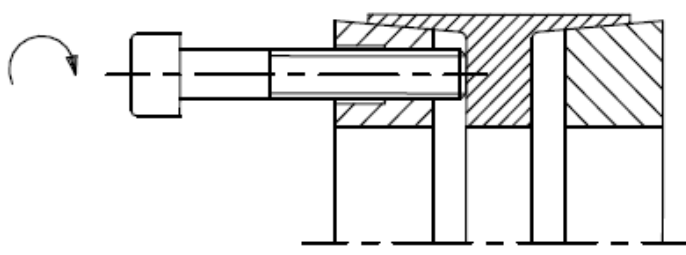

Figura 5: demontarea inelului de presiune anterior
- Șuruburile de prindere trebuie înșurubate în filetul de presiune al inelului de presiune anterior (componenta 1) (vezi figura 5).